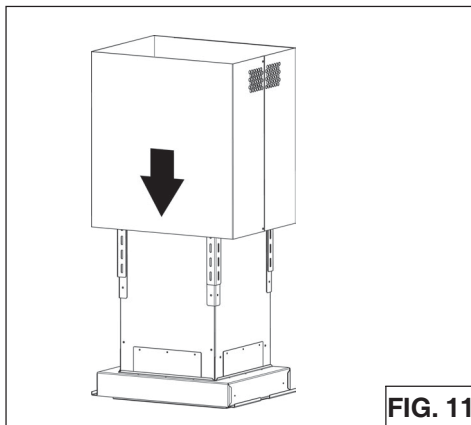

FIG. 11
1. Introduire le **conduit supérieur et inférieur** à la structure de support (Fig.11).